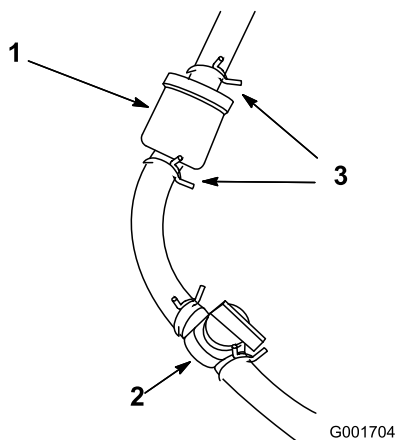

Figure 50
1. Fermez le robinet d'arrivée de carburant (Figure 50).
2. Placez un bac de vidange sous le filtre, desserrez le collier sur le côté carburateur du filtre, et débranchez la conduite de carburant du filtre (Figure 50).